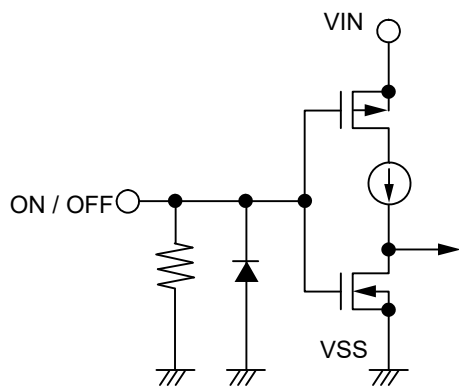

図15 S-19255シリーズA / Cタイプ
ON / OFF端子は図15、図16の構成になっています。
*2. ON / OFF端子をVIN端子に接続した状態で動作させたときのS-19255シリーズA / Cタイプの消費電流は、プルダウン抵抗に流れ込む電流分だけ多く流れますので注意してください (図15参照)。